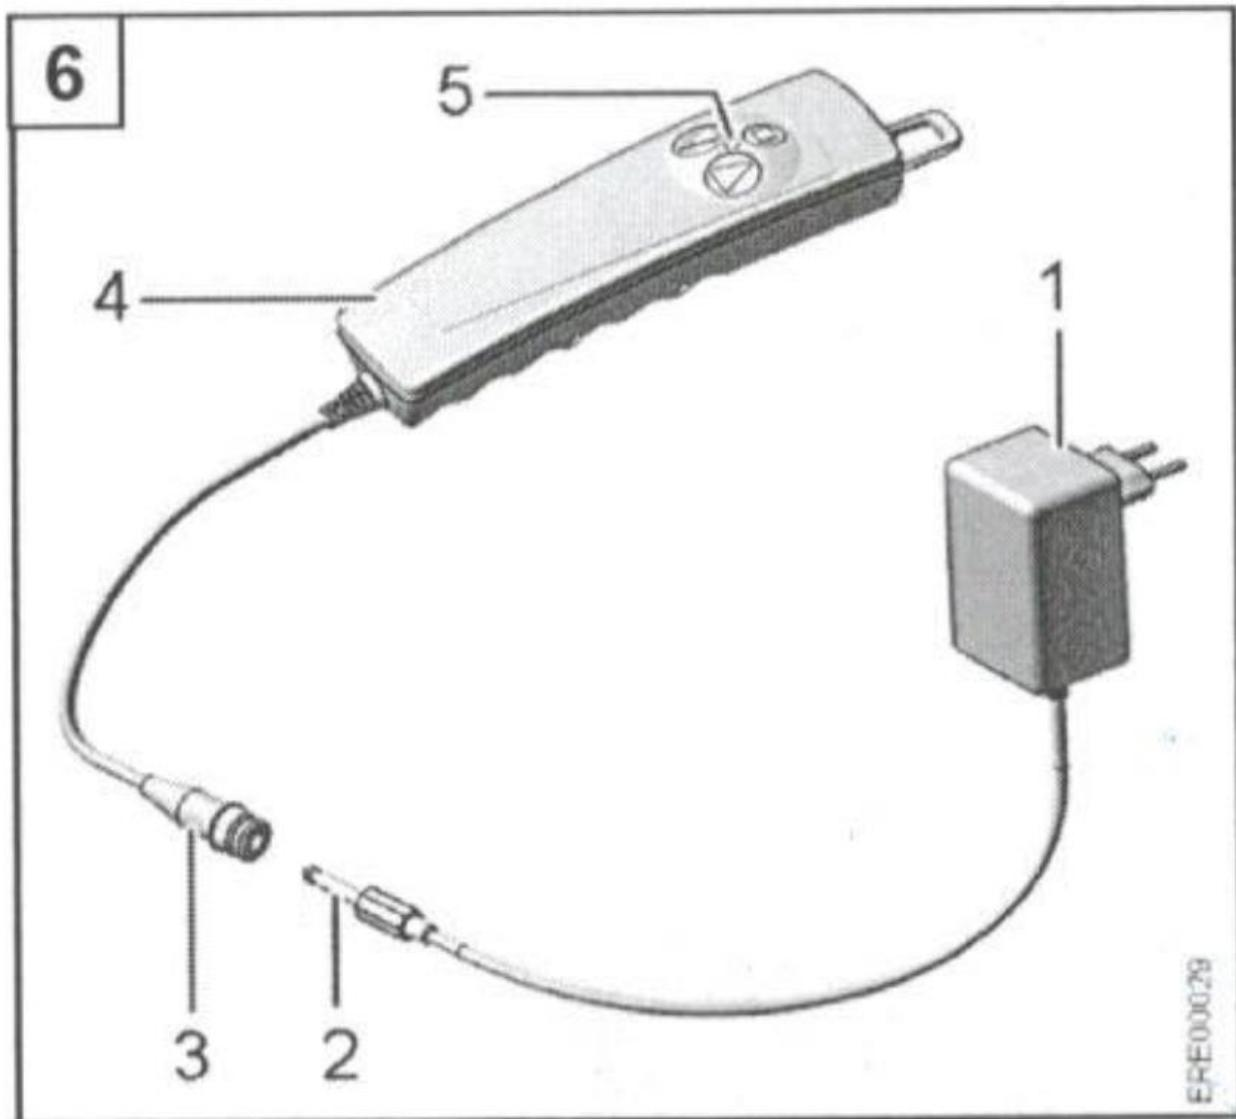

Рис. 3
1. Вставте роз'єм живлення (див. Рис. 3; 2) зарядного пристрою (див. Рис. 3; 1) у гніздо (див. Рис. 3; 3) пульта ручного керування (див. Рис. 3; 4).
2. Підключіть зарядний пристрій (див. Рис. 3; 1) до електромережі. Світлодіодний індикатор (див. Рис. 3; 5) спочатку замерхтить, а потім загориться червоним. Світлодіод погасне, коли батарея зарядиться.
- Від'єднайте зарядний пристрій (див. Рис. 3; 1) від мережі.
- Від'єднайте зарядний пристрій від пульта ручного керування (див. Рис. 3; 4).